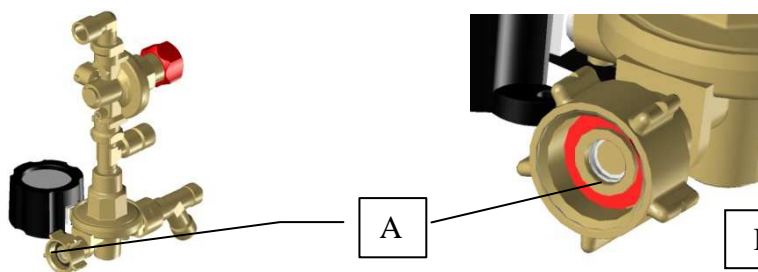

Fig.1
- Examiner les joints d'étanchéité (A) avant d'assembler un nouveau récipient de gaz voir Fig.1